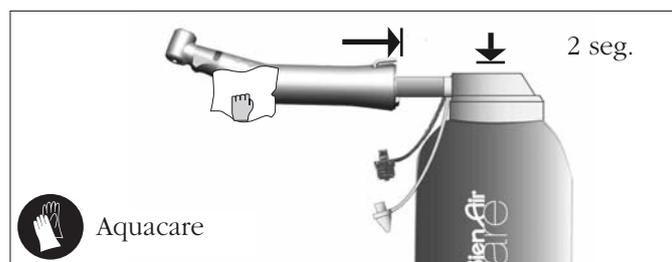

fig. 4
- Pulverice durante 2 segundos el interior y el exterior del instrumento para expulsar los residuos y eliminar los restos de líquido fisiológico, como se indica en la fig. 4.